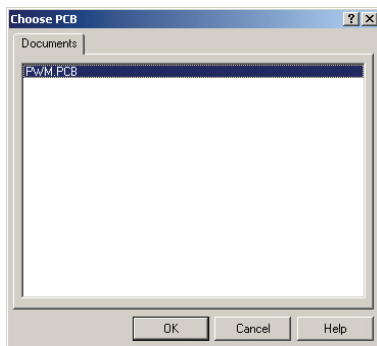

图 6-104 “Choose PCB” 对话框
- 3) 系统将弹出如图 6-104 所示的“Choose PCB”对话框，在该对话框中，可以选择需要产生报表的 PCB 文件，然后单击“OK”按钮。